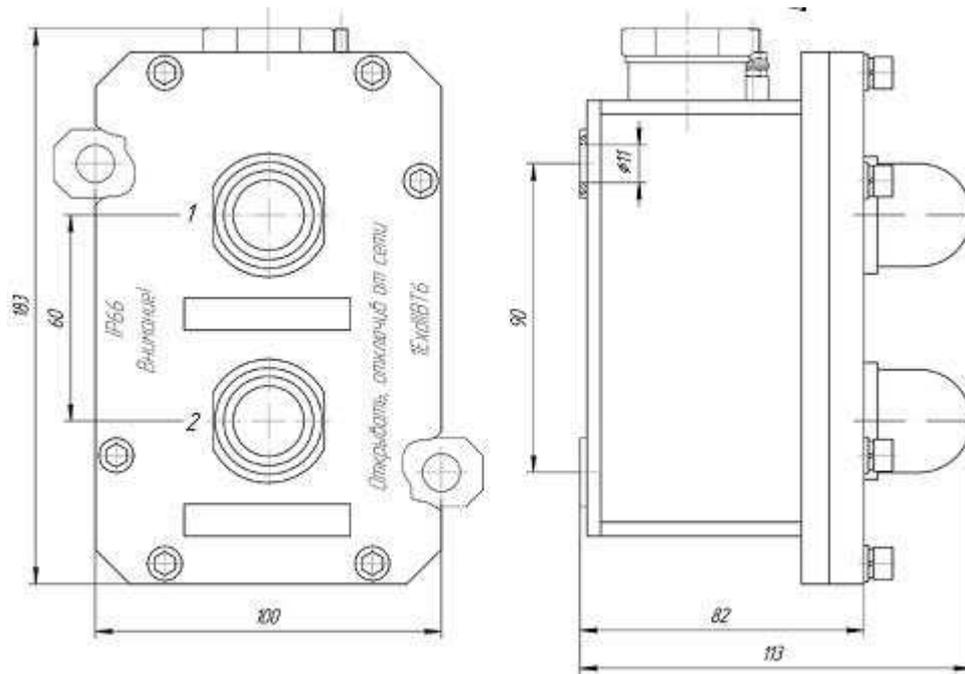
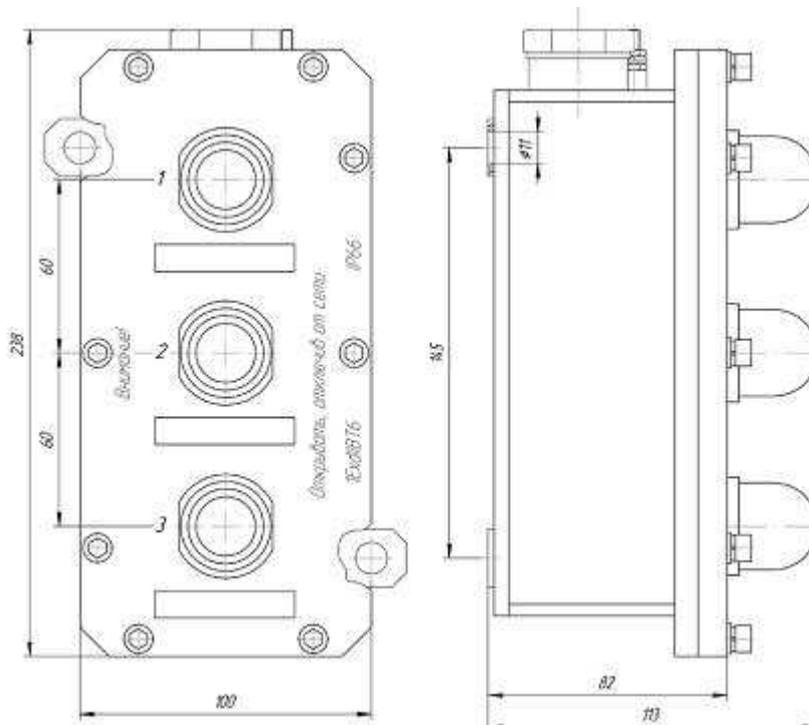
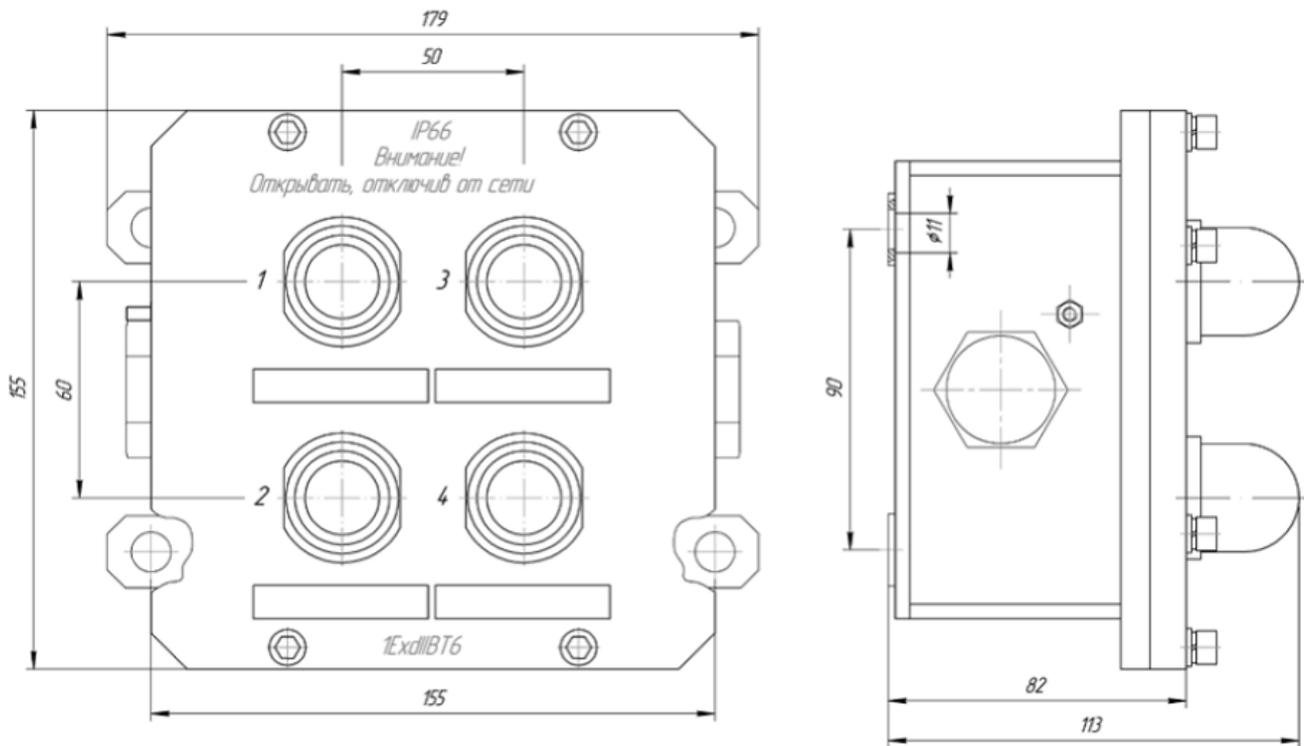
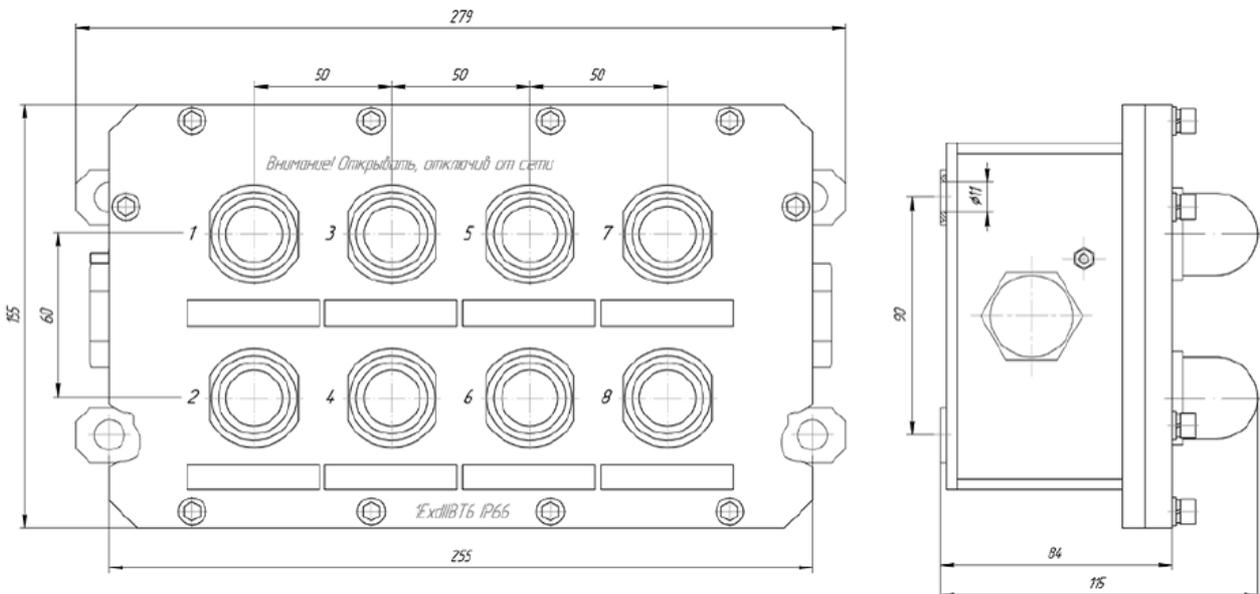

Рисунок 4. ЕхПКУ1-2. Габаритные размеры и нумерация расположения элементов.
Рисунок 5. Пост управления кнопочный ЕхПКУ1-3. Габаритные размеры и нумерация расположения элементов.
Рис. 6 Пост управления кнопочный ЕхПКУ1-4. Габаритные размеры и нумерация расположения элементов.
Рис. 7 Пост управления кнопочный ЕхПКУ1-8. Габаритные размеры и нумерация расположения элементов.
2. Максимальное количество элементов, которые можно устанавливать в данном корпусе: 2 – максимально 2 элемента (Рис.4); 3 – максимально 3 элемента (Рис.5); 4 – максимально 4 элемента (Рис.6); 8 – максимально 8 элементов(Рис.7).
Пост управления кнопочный взрывозащищенный серии ЕхПКУ1 с максимальным количеством элементов управления 4 (Рис.6), материал корпуса качественная углеродистая сталь с антикоррозийным покрытием (С) с двумя кабельными вводами для открытой прокладки кабеля (К) с максимальным диаметром по поясной изоляции 14 мм (14) (Ввод кабельный ЕхдКВУ-К-3-14-С-ТУ 3449-093-12150638-2008). Материал ввода соответствует материалу корпуса поста.